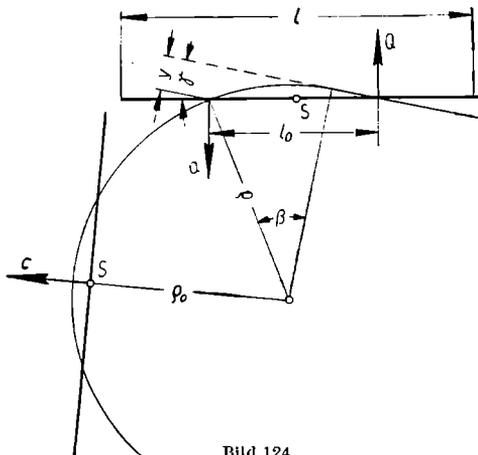

Bild 124
C. a) Nach Bild 124 ist $y = \varrho \cdot (1 - \cos \beta)$, $\sin \gamma = \frac{y}{l_0} = \frac{\varrho}{l_0} \cdot (1 - \cos \beta)$;